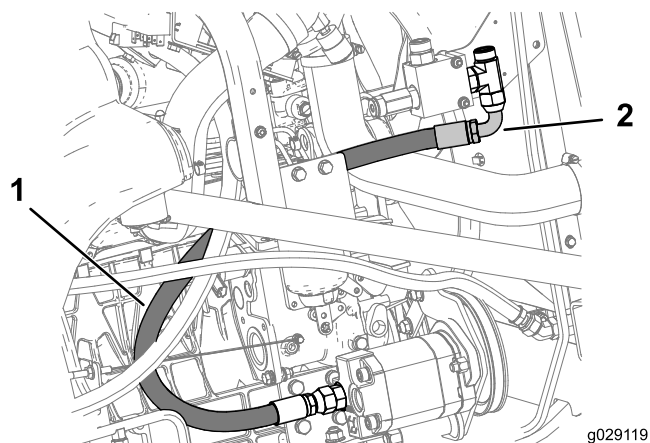

Figura 27
7. Montate l'altro flessibile idraulico C proveniente dal raccordo dell'adattatore a T (5/8 poll. maschio) del gruppo del collettore idraulico sinistro sul raccordo dell'adattatore (5/8 x 5/8 poll., maschio) del gruppo della pompa a ingranaggi, come illustrato nella Figura 27.